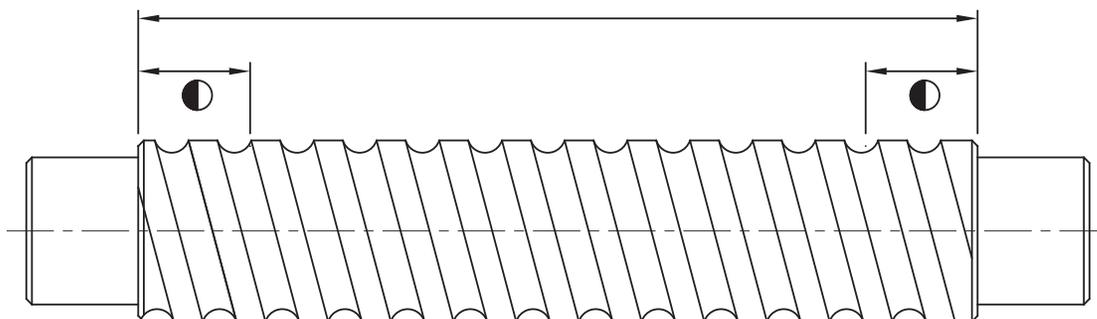

图1.10.5螺杆有效热处理范围
(2)螺杆热处理时于靠近肩部加工的螺纹牙部份有10~20mm长度必须保持软料，以便于肩部加工。此区域会标示记号于SLM图面上，如图1.10.5所示。如您有特殊之要求，请于订购时与SLM业务人员询问。